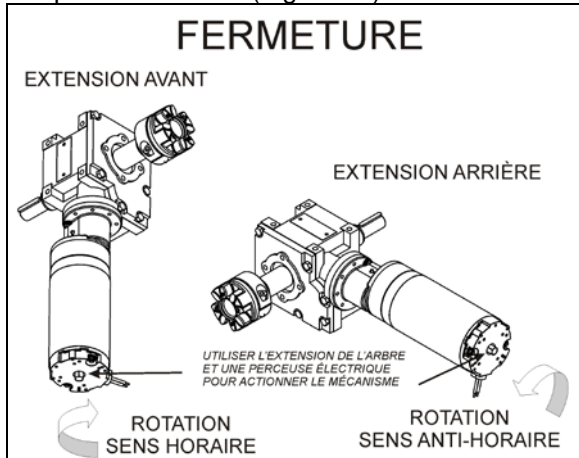

FIGURE 41: ROTATION DU MOTEUR DE LA RALLONGE COULISSANTE 26038
- Faire tourner la rallonge de l'arbre de moteur d'extension au moyen de la perceuse jusqu'à ce que l'extension atteigne sa position fermée. (Figure 41)